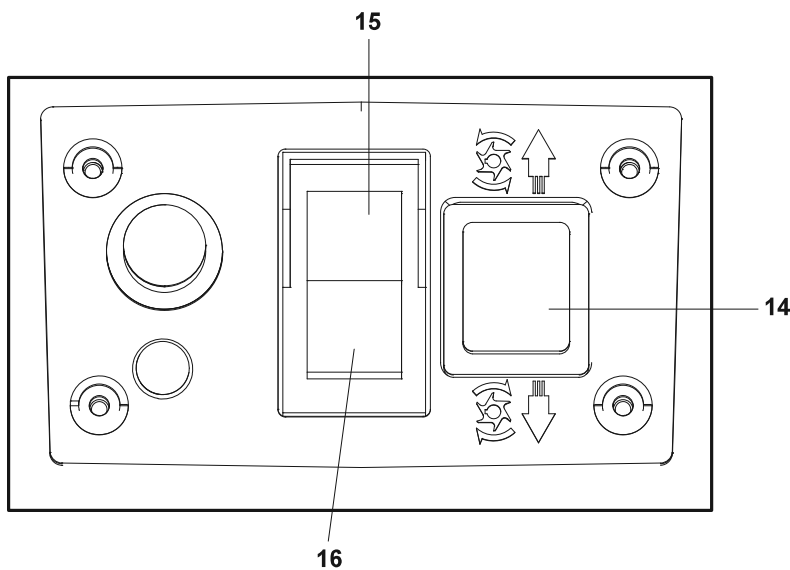

Fig. 8
- Prima o interruptor de ligar "I" (15) durante cerca de 1 segundo de modo a colocar a máquina na operação de avanço ao definir o interruptor de avanço/recuo (14) para o modo de avanço "↓" (Fig. 8).
- Mantenha premido o interruptor de ligar "I" (15) de modo a colocar a máquina na operação de recuo ao definir o interruptor de avanço/recuo (14) para o modo de recuo "↑".